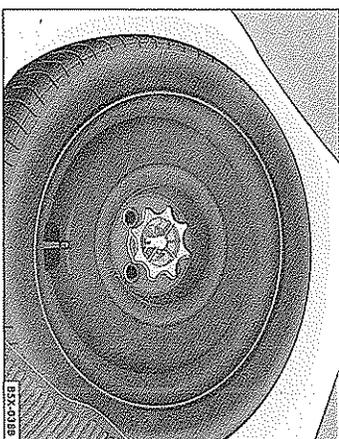

Fig. 5 Rueda de repuesto ubicada debajo de la cubierta del maletero
- Suelte y retire totalmente la manija en el centro de la rueda de repuesto ⇒ fig. 5 girándola en el sentido antihorario.